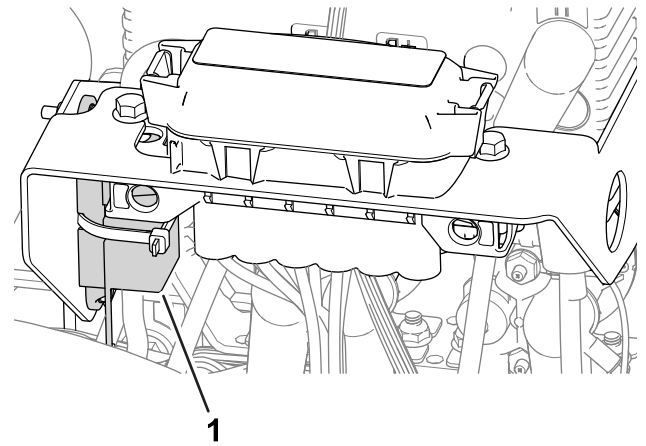

図 46
- 左ホイールモータのヒューズ60 Aは、マシン左側のカバーの下、リール駆動回路用ヒューズの近くにありません 図 46。